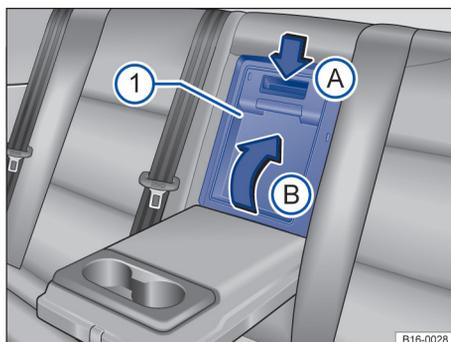

Fig. 90 En el respaldo trasero: apertura de la trampa.
- Presione hacia abajo la tecla de desbloqueo ⇒ fig. 90 **A** y abra la tapa hacia el maletero **B**.